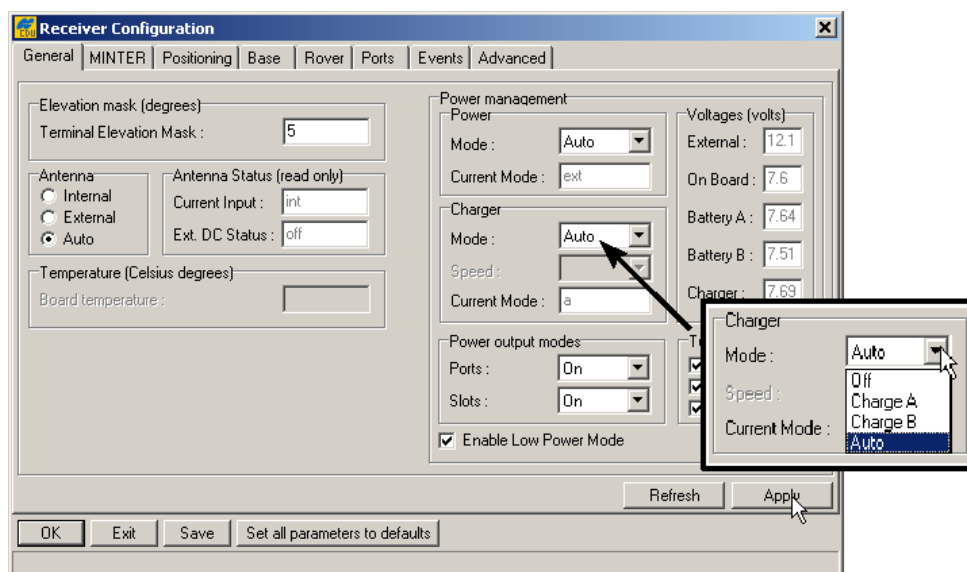

Рисунок 2-3. Выбор режима зарядного устройства
- В области *Charger* (Зарядное устройство) щелкните на выпадающем списке *Mode* (Режим) и выберите в нем нужный режим зарядки (см. рис. 2-3). Поле *Current Mode* (Текущий режим) указывает на заряжающуюся батарею: а, b или off (батареи не заряжаются).